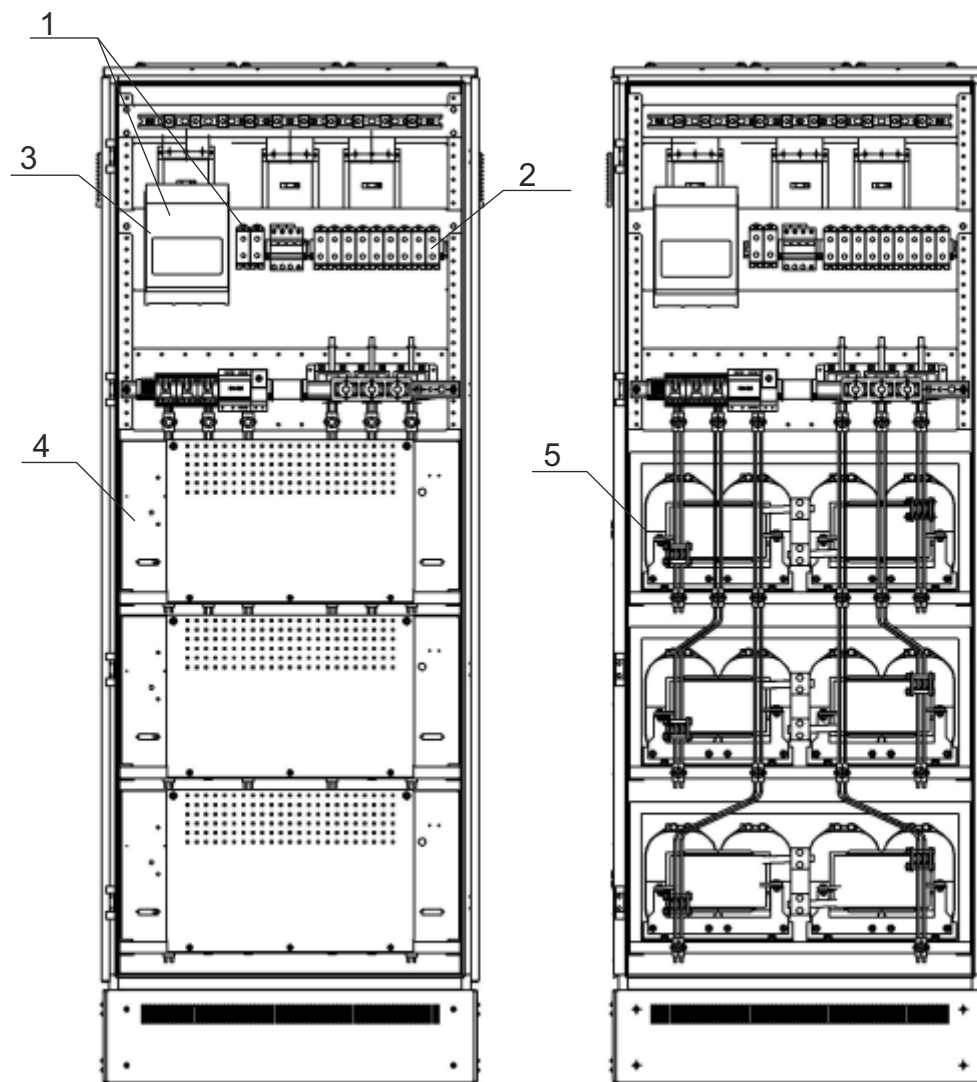
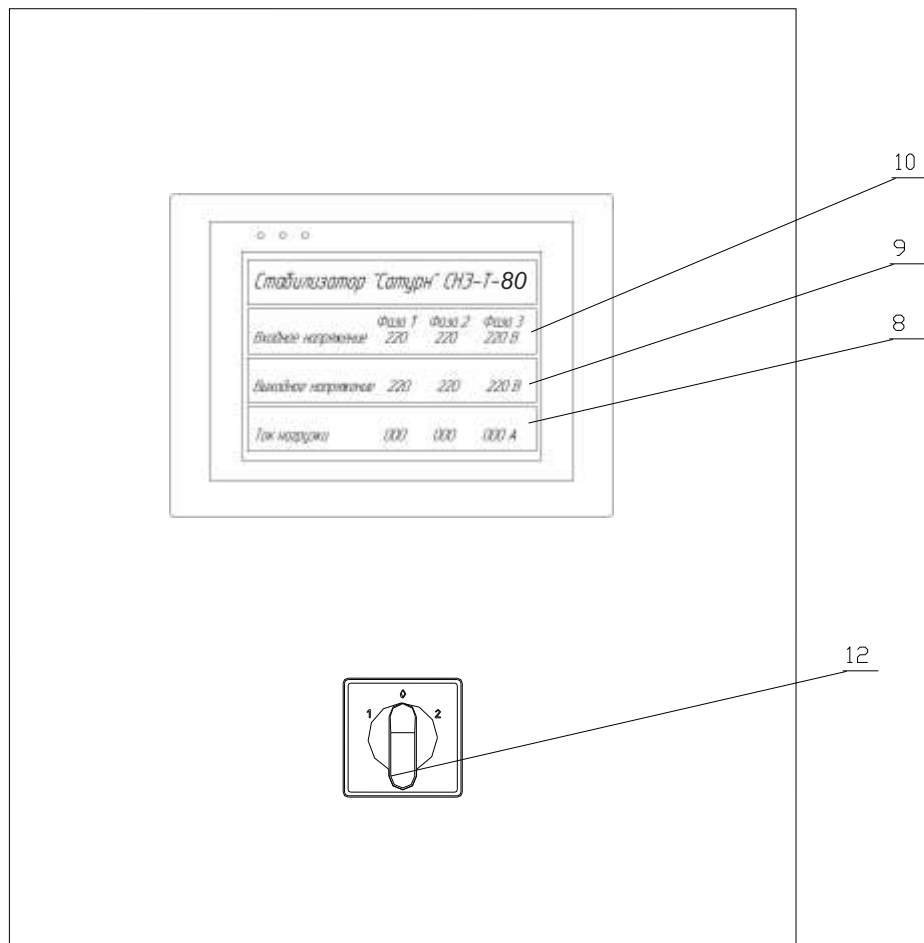
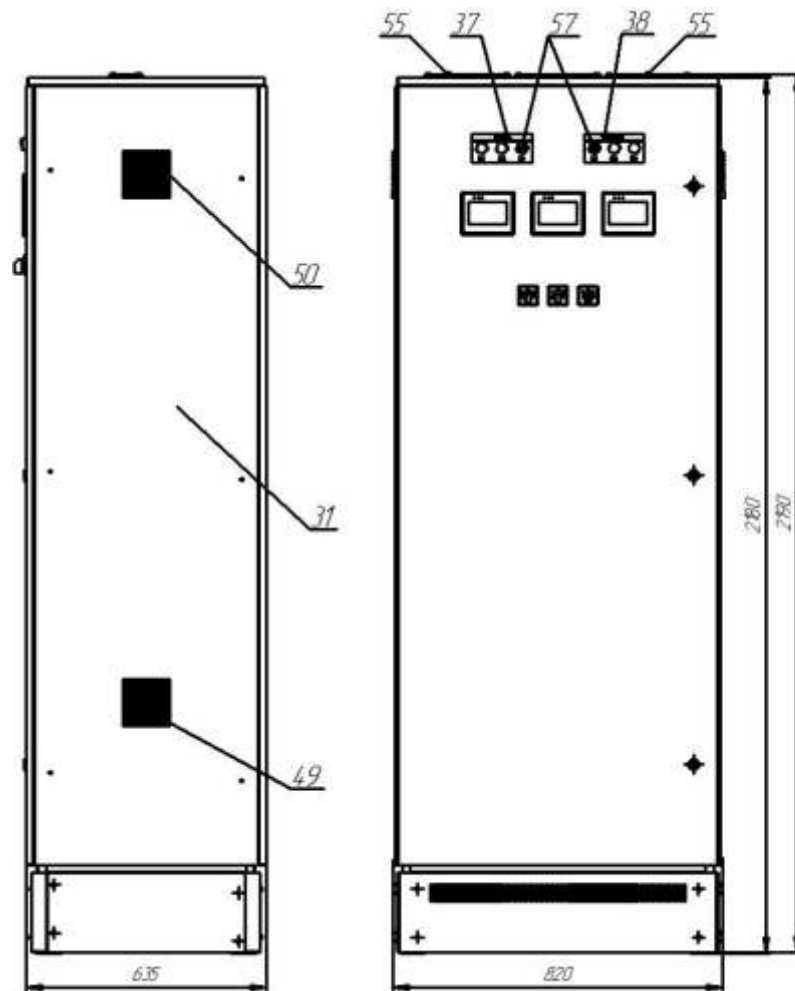

Рис.3. Внешний вид стабилизатора (без дверей).
Рис.2. Панель управления. Примерный вид индикаторной панели в режиме работы «ЧЕРЕЗ СТАБИЛИЗАТОР».
Рис.1. Внешний вид стабилизатора.
Изделие выполнено в виде шкафа (см. рис.1, рис.2, рис.3; Приложение 1).
- три индикаторных лампы наличия входного напряжения «СЕТЬ L1, L2, L3» (рис.1 поз.57,37);
- три индикаторных лампы наличия выходного напряжения «НАГРУЗКА L1, L2, L3» (рис.1 поз.57,38).
- три переключателя режимов работы стабилизатора «ЧЕРЕЗ СТАБИЛИЗАТОР» - «ВЫКЛ» - «ПРЯМОЕ ВКЛЮЧЕНИЕ» (рис.2 поз.12);
- клеммы для подключения входного (рис.3 поз.1) и
выходного (рис.3 поз.2) кабелей;
- рубильник с плавкими предохранителями (рис.3 поз.1);
- три съемных блока ЛАТРов (рис.3 поз.4).
- вентилятор со степенью защиты IP54 (рис.1 поз.49).
- фильтр со степенью защиты IP54 (рис.1 поз.50).
- фланцы для ввода-вывода силовых кабелей (рис.1 поз.55).
Произвести подключение входных и выходных проводов в шкафу (рис. 1) сечением, не менее указанного в таблице п/п1.2.15, согласно маркировке:
- на мониторе появляется надпись «ВКЛЮЧЕНИЕ», а после подключения нагрузки высветятся показания входного и выходного напряжения и показания тока по каждой фазе L1, L2, L3 (см. рис.2);